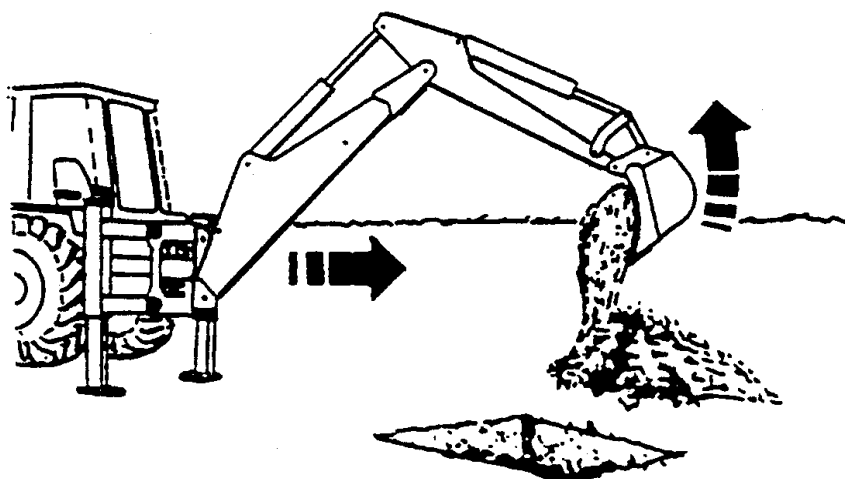

Рис. 4.65. Разгрузка (высыпание грунта) ковша
5. Повернуть экскаваторное оборудование в сторону отсыпки грунта. Начать опорожнение ковша с момента достижения ковшом положения открытия (высыпания). С целью сокращения времени на выполнение рабочего цикла не рекомендуется располагать место отсыпки грунта далеко от места рытья (Рис. 4.65).